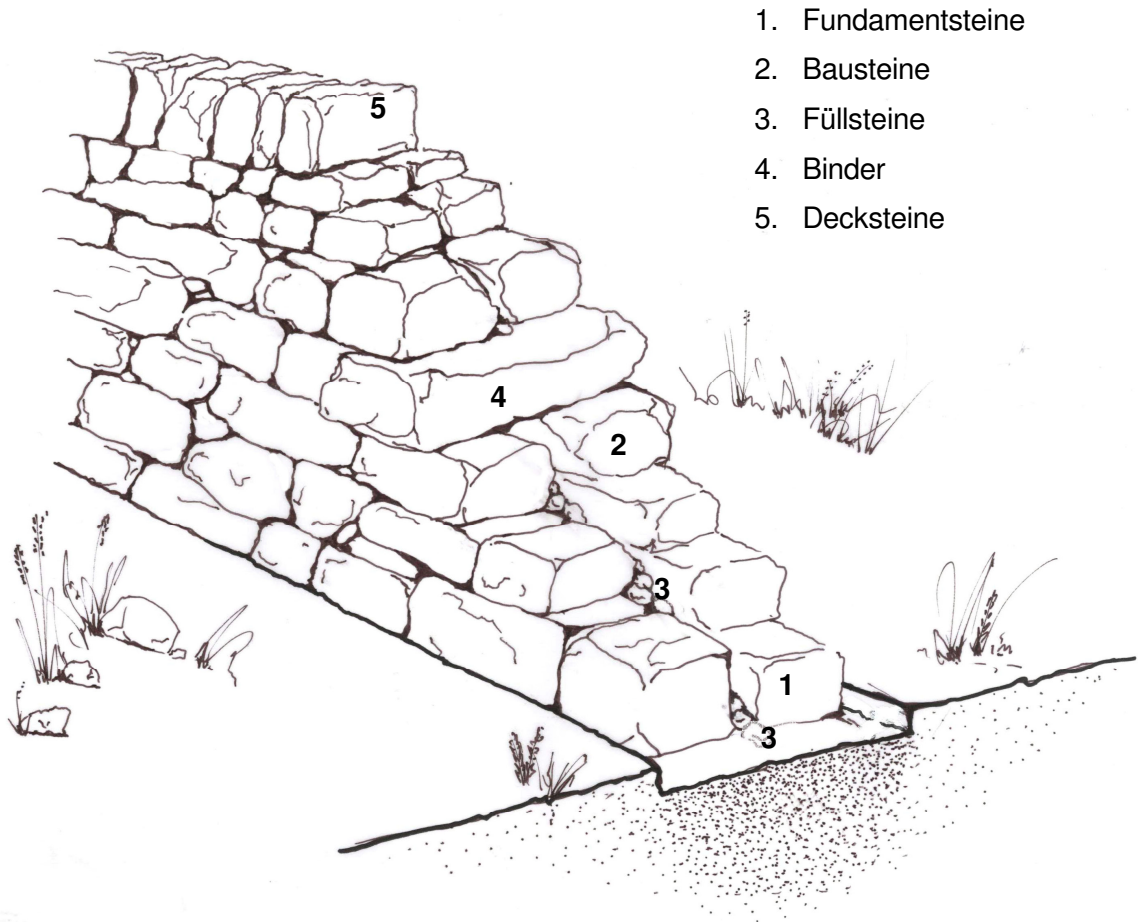

Abb. 2: Elemente der klassischen Trockenmauer
Die Bausteine (siehe Abb. 2) dürfen nicht schmaler als  $\frac{1}{4}$  ihrer Länge sein.
*Steinart gem. Abb. 2*